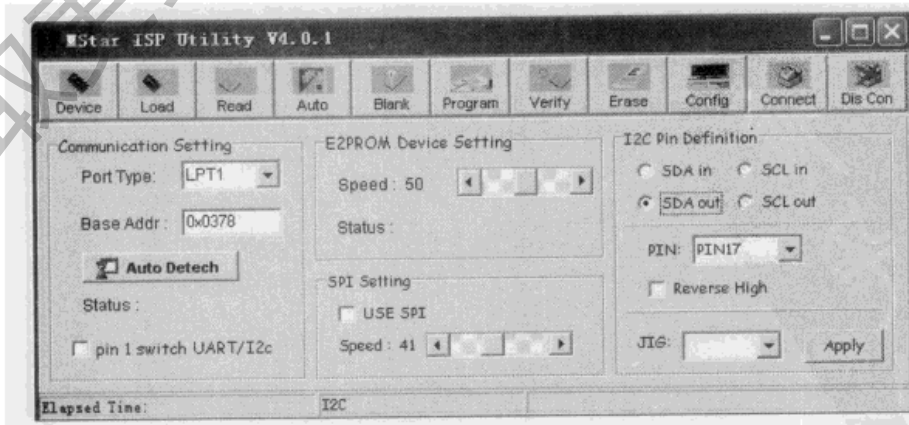

图 7-54 “SDA OUT”项的设置
C. 点击“SDA OUT”,将“PIN:”选择为“PIN17”,“Reverse High”项不勾,如图 7-54 所示。